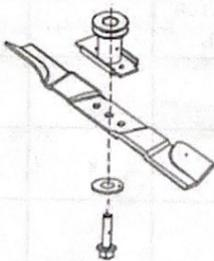

Рис. 21
- Ослабьте болт с шестигранной головкой против часовой стрелки с помощью подходящего гаечного ключа и снимите его вместе со стопорной частью и лезвием (рис. 21).